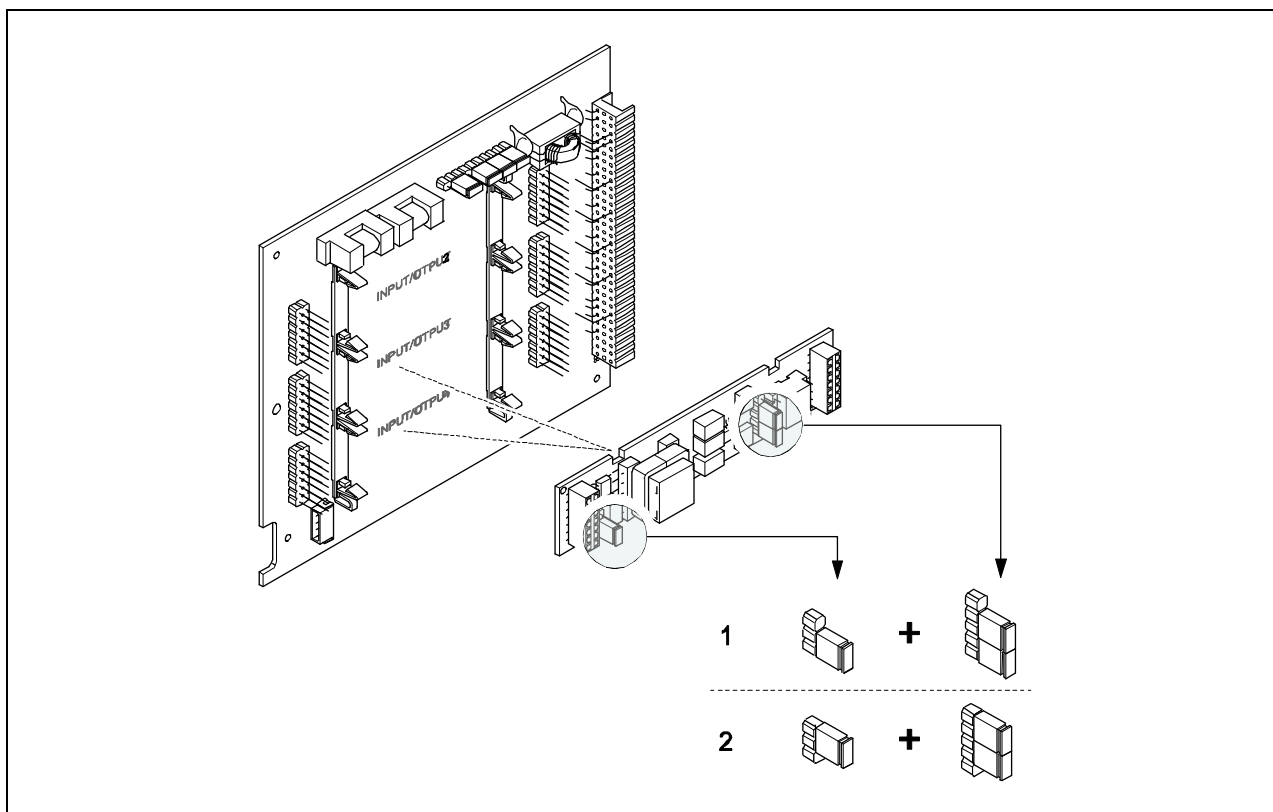

Рис. 48: Конфигурирование токового входа при помощи перемычек (плата I/O)
3. Установите перемычки → см.рис. 48